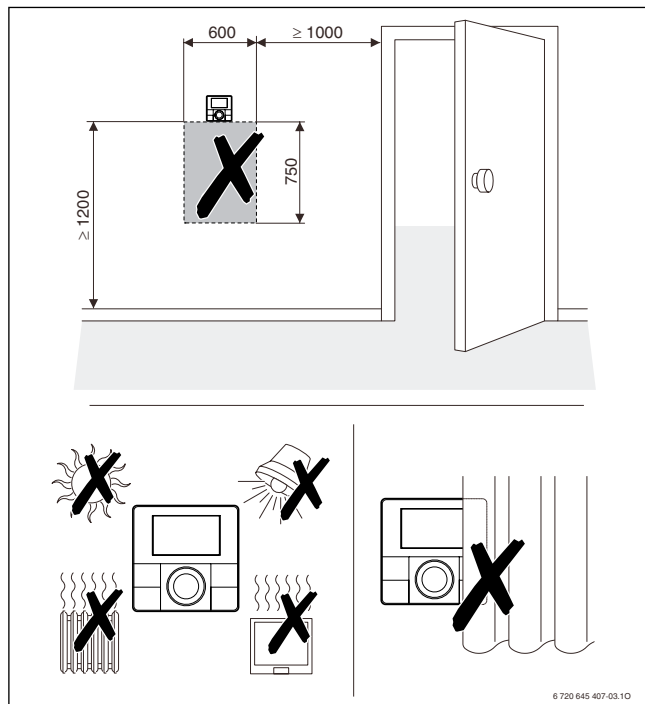

Рис. 31. Положение блока управления RC... или внешнего датчика температуры в контрольном помещении (размеры в мм)
► Поэтому блоки управления для регулирования по температуре в помещении устанавливаются в контрольном помещении (см. рис. 31).